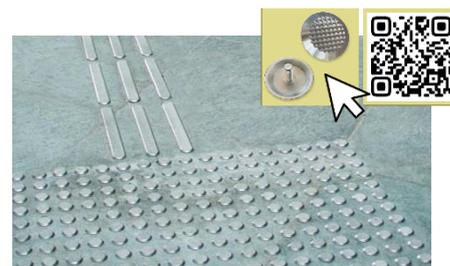

Рисунок 15.2
- **ТНУ из нержавеющей стали** в исторических местах выполняют из отдельных тактильных элементов – индикаторов, не имеющих контрастных вставок. Их поверхность должна обладать антискользящими свойствами (рис. 15.2).